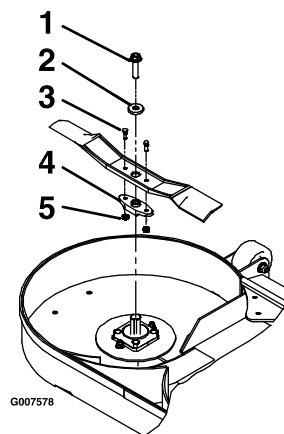

Figura 72
- Retire la cuchilla, la arandela y el perno de la cuchilla que fija la cuchilla y el impulsor de la cuchilla (Figura 72).
- Retire el impulsor de la cuchilla de la cuchilla existente (Figura 72).
1. Instale el impulsor de la cuchilla en las nuevas cuchillas con las contratueras y los pernos de la cizalla (Figura 72).
3. Instale la cuchilla, la arandela y el perno de la cuchilla en el eje (Figura 72).